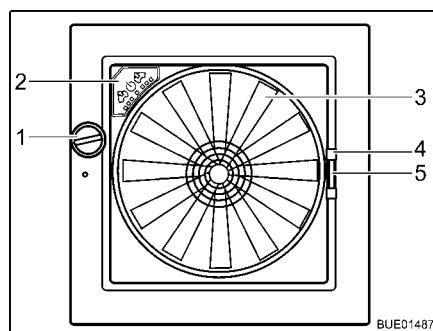

Fig. 111 Oblò Omni-Vent
- Apertura:** ■ Ruotare la manopola (Fig. 111,1), finché non si raggiunge l'angolo di apertura desiderato.
- Chiusura:** ■ Ruotare la manopola (Fig. 111,1), finché l'oblò non è completamente chiuso.
- Chiusura:** ■ Tirare la protezione contro gli insetti per la maniglia (Fig. 111,4) verso il lato opposto del telaio.
- Chiusura:** ■ Serrare la maniglia (Fig. 111,5) dell'oscurante.
Se l'oblò è aperto, l'abitacolo può essere ventilato e sfiato con il ventilatore a 6 stadi (Fig. 111,3). Il ventilatore si controlla dal quadro di comando (Fig. 111,2).